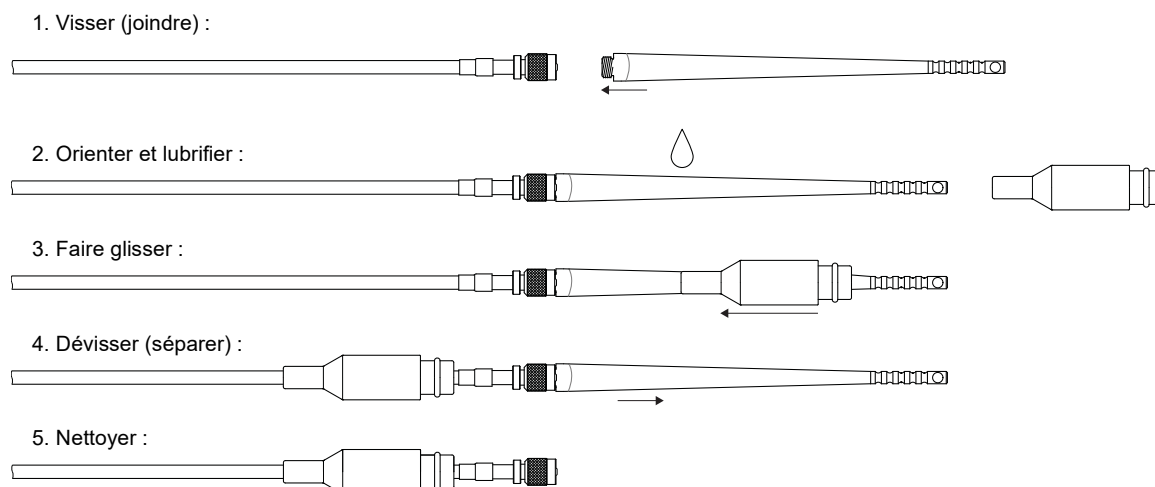

Figure 3-3 : Montage de la protection d'interconnexion IP172 mâle sur un câble intégral d'un capteur TQ4xx
- La protection d'interconnexion IP172 mâle (voir la fiche technique du IP172) doit être assemblée sur l'ensemble câble du capteur TQ4xx et câble intégral, comme indiqué dans la Figure 3-3.
Pour assembler la protection d'interconnexion IP172 mâle sur le câble intégral du capteur TQ4xx, voir la Figure 3-3 et :
- 2- Orientez l'ouverture de petit diamètre de la protection d'interconnexion IP172 mâle avec l'outil. Lubrifiez l'ouverture de petit diamètre de la protection d'interconnexion (ou l'outil lui-même) avec un peu de graisse de silicone, comme indiqué par le symbole  à la Figure 3-3).